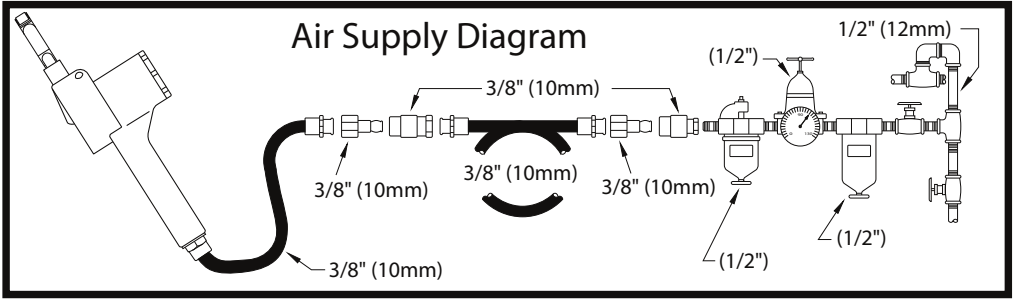

Fig. 01
- Connect device as shown in Fig. 01.
- To start the machine, pull the trigger (A). Machine speed is increase by increasing pressure on the trigger. Release the trigger to stop.
- Das Gerät wir in Abb. 01 gezeigt anschließen.
- Um die Maschine zu starten, muss der Auslöser (A) gezogen werden. Der Druck auf den Abzug bestimmt die Geschwindigkeit des Motors. Um die Maschine zu stoppen, den Auslöser wieder freigeben.